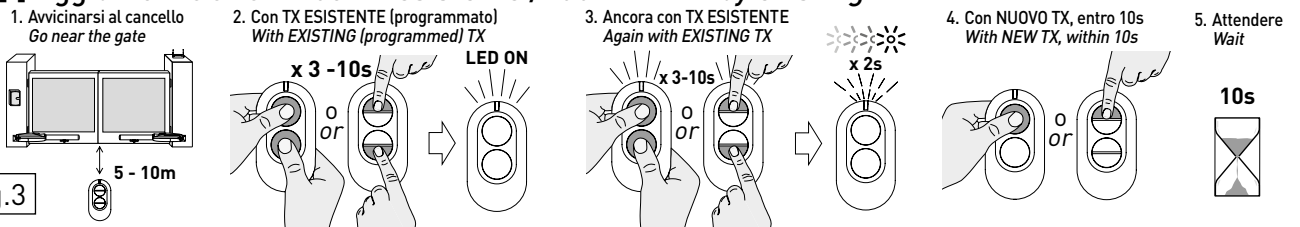

Fig.3
5. Memorizzazione a distanza ZEN2, ZEN4 (fig. 3)
Per memorizzare nuovi trasmettitori senza agire sul ricevitore radio seguire la procedura illustrata in Fig. 3, o comunque nelle istruzioni del trasmettitore in uso.
5. Remote storage ZEN2, ZEN4 (Fig.3)
To memorise new transmitters without using the radio receiver, follow the procedure shown in Fig. 3 or in the instructions for the transmitter in use.